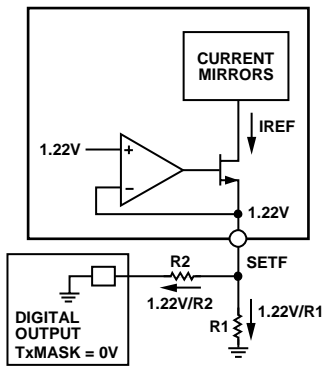
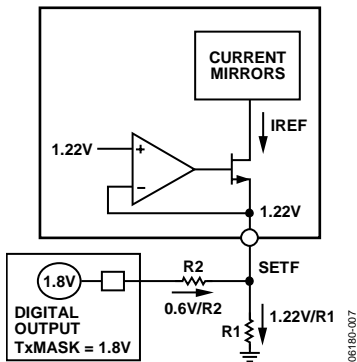

图29. 闪光灯模式电流折返
图30. 1.8 V信号施加于R2时的闪光灯模式电流折返
1.8 V兼容逻辑信号通过调整基准电流来选择正常或降低的闪光灯电流, 如图29和图30所示。
为在I²C模式下支持闪光灯电流折返, 用户应在SETF与地之间连接一个电阻, 并在SETF与逻辑输入之间连接另一个电阻, 如图29和图30所示。工作原理与2位逻辑接口模式相同, 不过闪光灯电流还会受到OUT_SEL寄存器的HPLED位的调整。